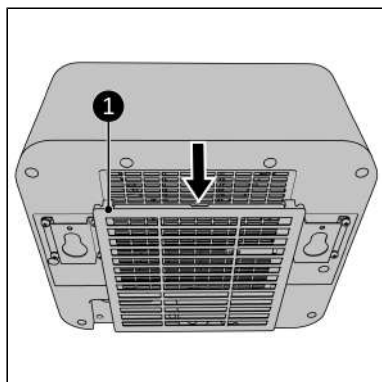
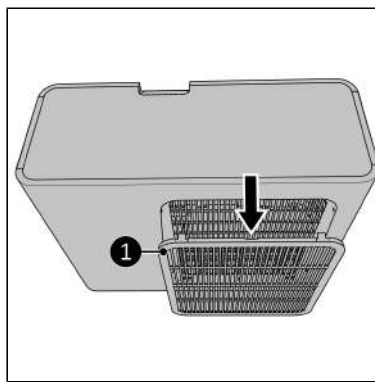

Figure 87.
Figure 88.
2. Retirez la grille (Figure 87, pos. 1 pour l'unité intérieure et Figure 88, pos. 1 pour l'unité extérieure) et retirez le filtre.